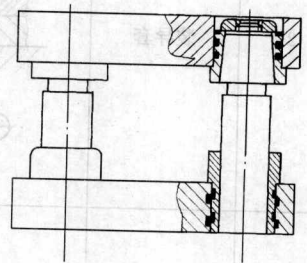

图 1—2 粘接式模架
(2) 粘接式模架的装配。图 1—2 所示的模架，导柱直接与上模座粘接，导套与衬套以锥面分别与导柱配合，衬套粘接在下模座上。
仍以图 1—1 所示固定卸料冲孔模装配为例，采用压入法将凸模 10 安装在固定板 7 上，装配后，应将固定板的上平面与凸模安装尾部端面在平面磨床上磨平。